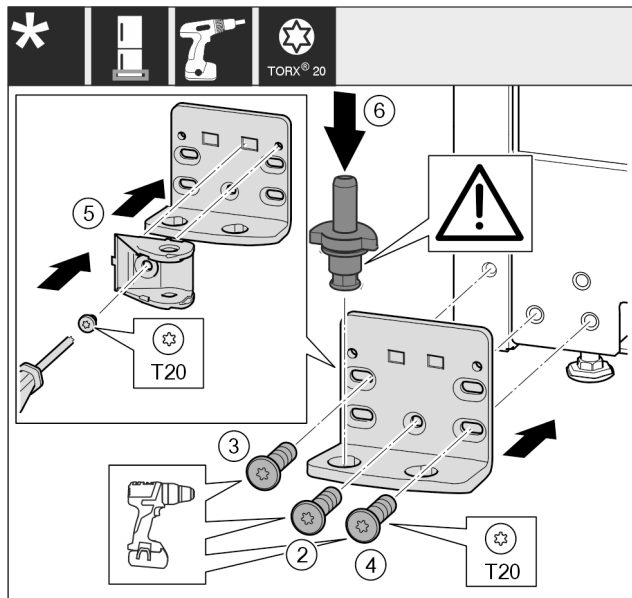

Fig. 49 *
- ▶ Helyezze fel a csapágybakot a másik oldalra, és csavarozza fel csavarhúzóval. Kezdje alul a középső csavarral Fig. 49 (2).*
- ▶ Húzza meg a csavart Fig. 49 (3) és a csavart Fig. 49 (4).*
- ▶ Fordítsa el 180°-kal a záráscillapító egységet Fig. 49 (5). Csavarozza fel a csapágybak másik oldalára csavarhúzóval.*
- ▶ Helyezze be teljesen a csapszeget Fig. 49 (6). Ügyeljen közben arra, hogy a reteszelő bütyök hátrafelé mutasson.*